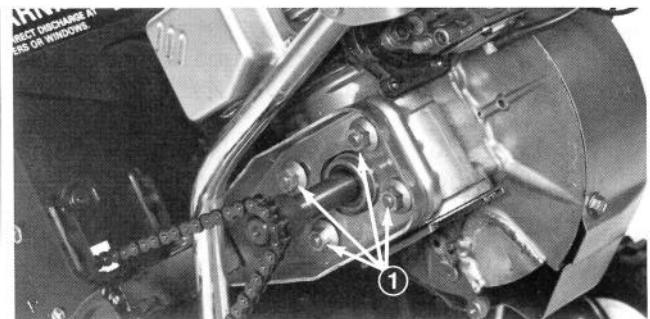

Figure 10
3. Desserrez les quatre écrous de montage du moteur, du côté gauche du moteur (Figure 10).